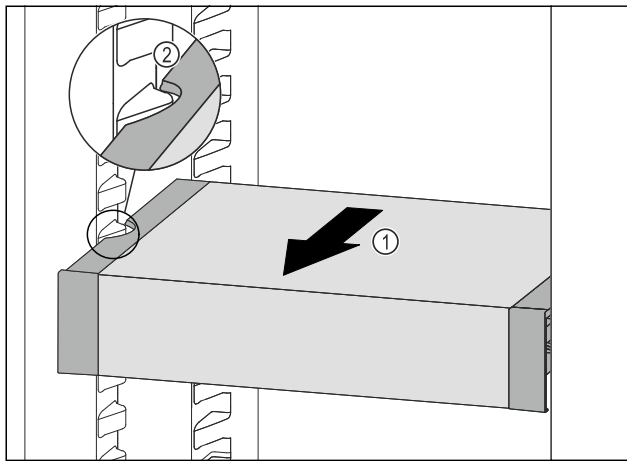

Fig. 111
- ▶ Ladicu VarioSafe vucite prema naprijed Fig. 111 (1) sve dok se bočni otvori ladice VarioSafe ne nađu na visini žlijeba spremnika u hladnjaku. Fig. 111 (2)